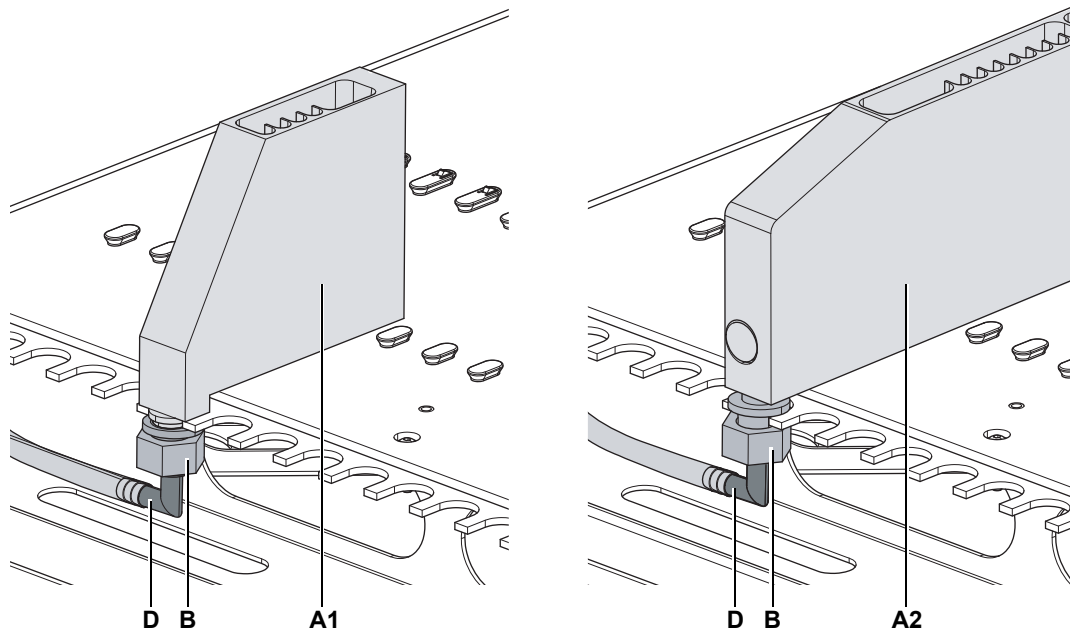

Fig. 7-12 Types de station de lavage
- 2 Desserrez l'écrou (B) Fig. 7-12, 7-23.
- 3 Sortez le connecteur du tuyau d'évacuation (D) de la station de lavage Fig. 7-12, 7-23.
- 4 Retirez la station de lavage (A1) respectivement (A2) de la table de travail Fig. 7-12, 7-23.
- 8 Serrez l'écrou (B) Fig. 7-12, 7-23.
- 9 Fermez le panneau d'accès avant (P) Fig. 7-12, 7-23.